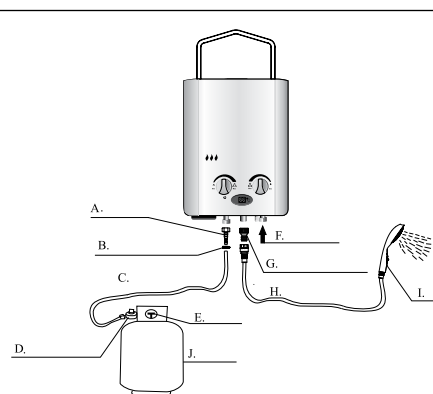

Fig. 4
- Schließen Sie das richtige Ende des Gasschlauchs an den Regler an (siehe Abb. 4).
- Schließen Sie das andere Ende des Gasschlauchs am Gerät an (siehe Abb. 4). Verwenden Sie bei Bedarf einen 3-in-1-Anschluss. (siehe separat gelieferte Bildanleitung in Bezug auf den 3-in-1-Anschluss).